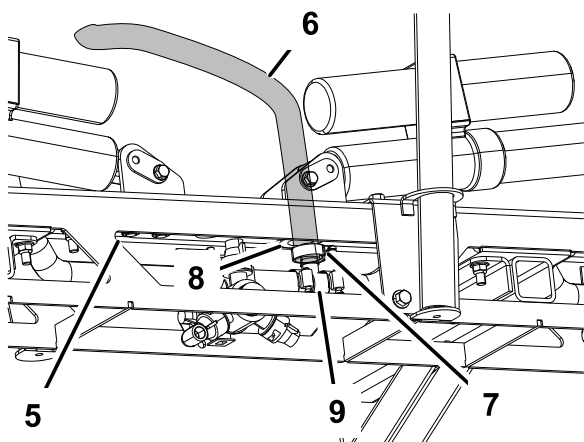

Bild 31
3. Schmieren Sie die Schlauchzahnung der T-Anschlüsse an beiden Auslegersektionen mit Flüssigseife ein (Bild 31). Montieren Sie den Schlauch der Auslegersektion über die Zahnung und befestigen Sie sie mit einer Klemme.
4. Schmieren Sie die Schlauchzahnung des T-Anschlusses am mittleren Ausleger mit Flüssigseife ein Bild 31.
5. Verlegen Sie den Schlauch des mittleren Auslegers durch die Ösenöffnung im mittleren Ausleger. Schließen Sie den Zufuhrschlauch des mittleren Auslegers an die mit Flüssigseife eingeschmierte Zahnung an und befestigen Sie ihn mit einer Schlauchklemme Bild 31.